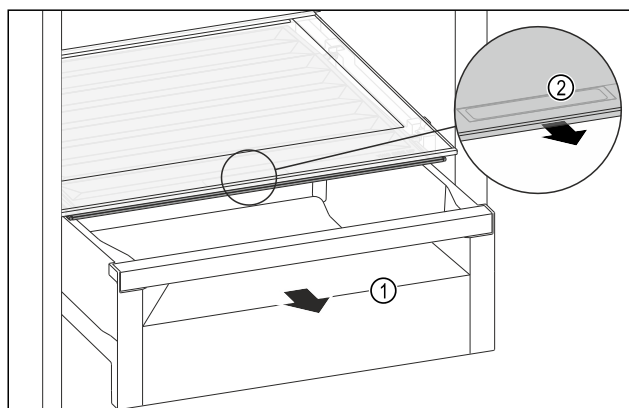

Fig. 108
- Витягніть висувний ящик Fig. 108 (1).
- Візьміться за потайну ручку Fig. 108 (2) на кришці відділення й одночасно потягніть кришку відділення вперед.